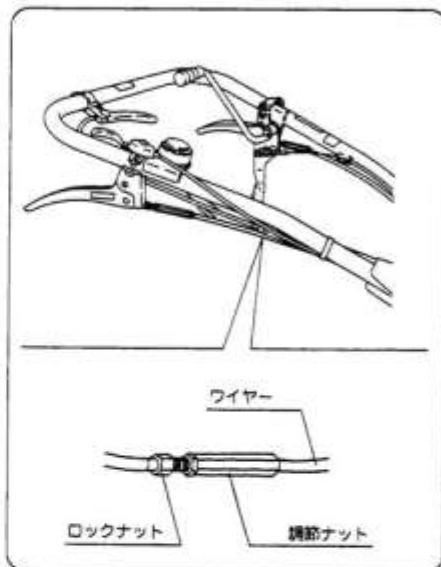

図28
- ① ロックナットをゆるめます。（図28）
- ② 調節ナットを回してハンドルの上下が移動出来るように調整して、ロックナットをゆるめます。（図28）